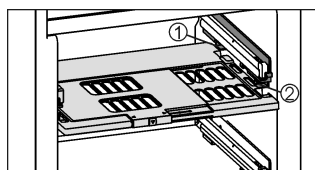

Fig. 7
- Introduire la plaque de régulation de l'humidité : insérer les travers du couvercle de la plaque par le bas dans le support arrière Fig. 7 (1) et encliqueter devant dans le support Fig. 7 (2).